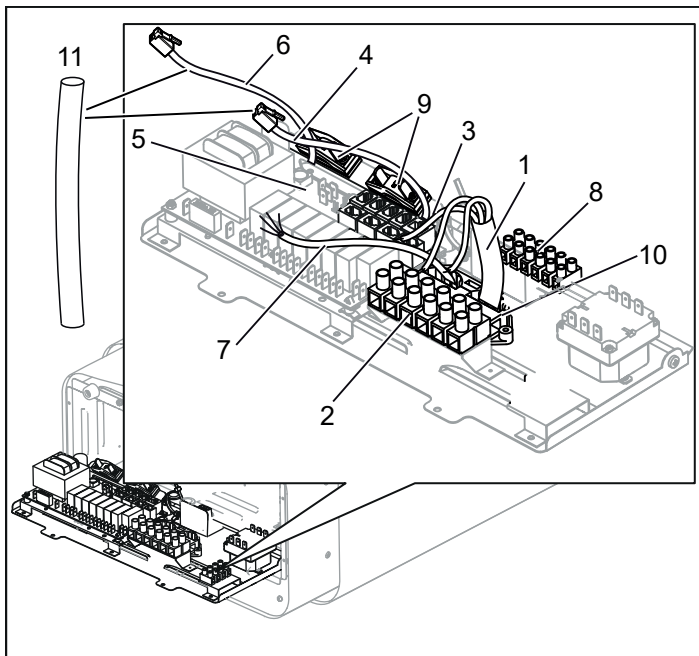
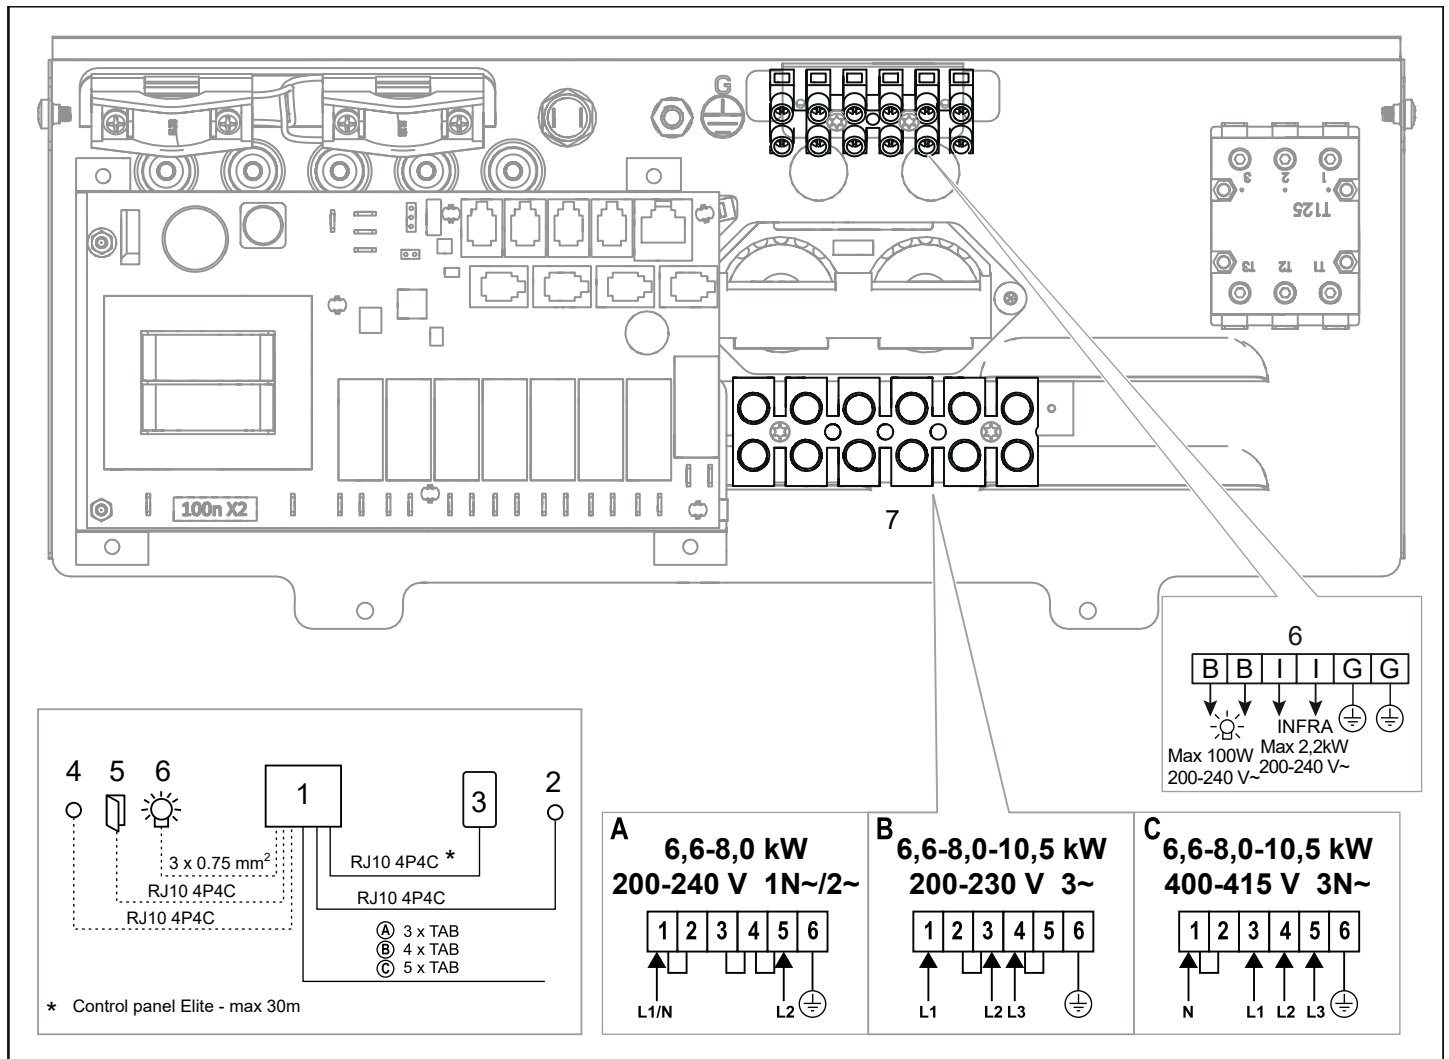
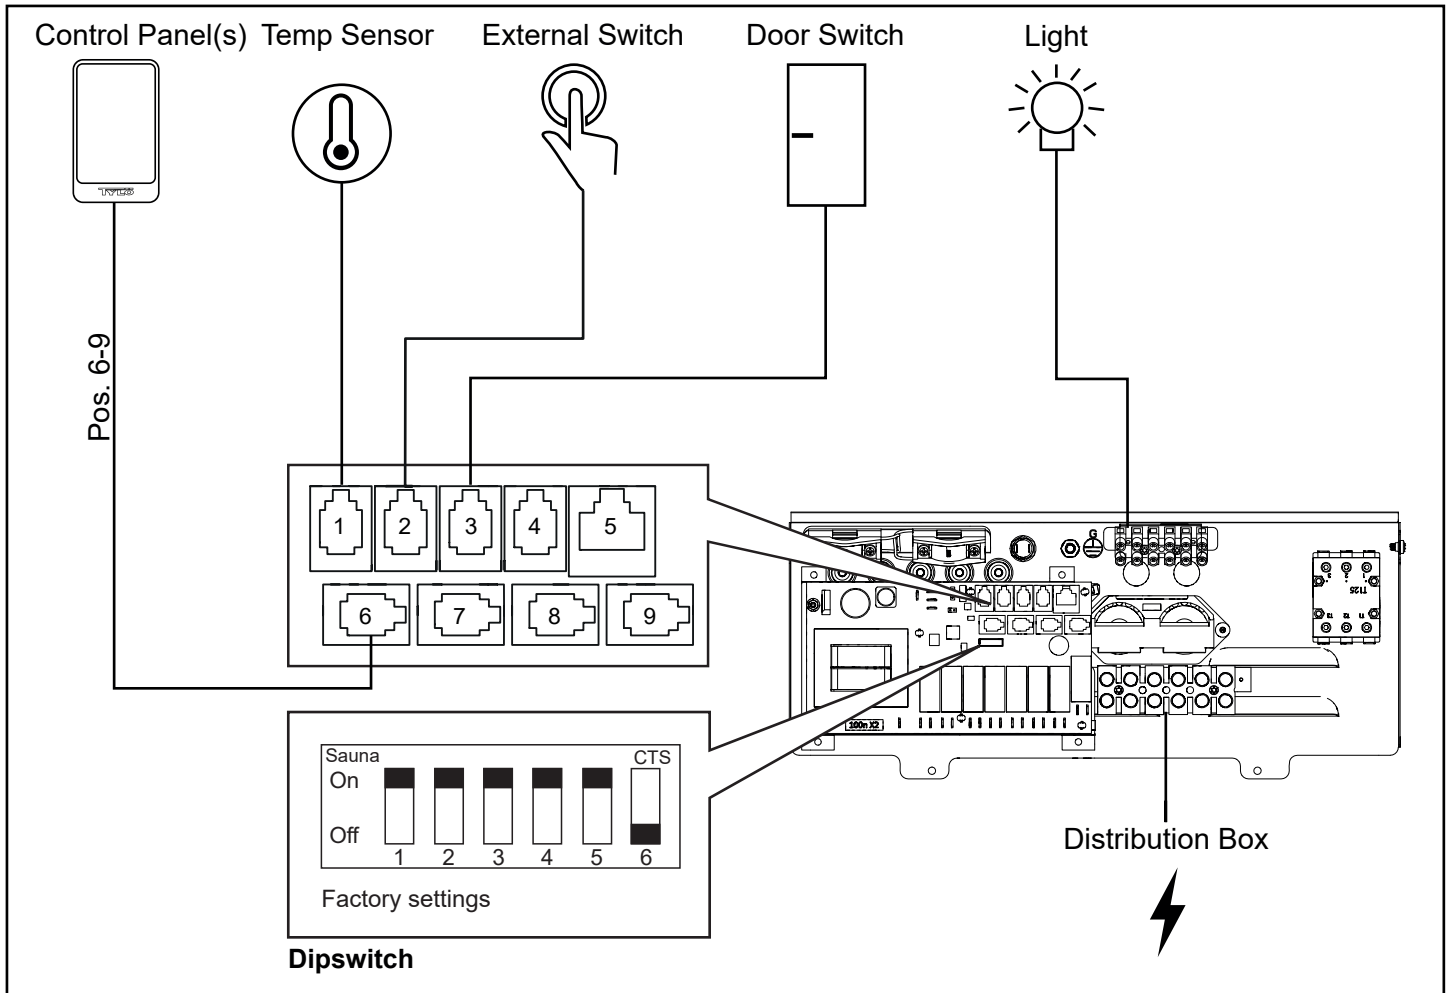

Abbildung 9: Leiterplatte
Abbildung 17: Schaltplan
Abbildung 18. Schaltplan Sense Elite
3. Verbinden Sie das Elektrokabel (siehe Abbildung 9), wie im Schaltplan gezeigt (siehe Abbildung 17).
4. Führen Sie die Kabel für das Bedienpanel und den Temperaturfühler durch die Kabeltüllen (siehe Abbildung 9). Verbinden Sie das Kabel des Bedienpanels mit einem der vier RS485-Kontakte (Positionen 6-9) (siehe Abbildung 18).
5. Verbinden Sie das Sensorkabel mit dem NTC-Kontakt auf der Leiterplatte (Position 1) (siehe Abbildung 18).
6. Verbinden Sie das Lichtkabel (sofern relevant), (siehe Abbildung 9), wie im Schaltplan in Abbildung 17 gezeigt.
Wenden Sie sich an den Tylö Kundendienst, bevor Sie Spannungen oder Phasennummern anschließen, die nicht im Schaltplan in Abbildung 17 abgebildet sind.